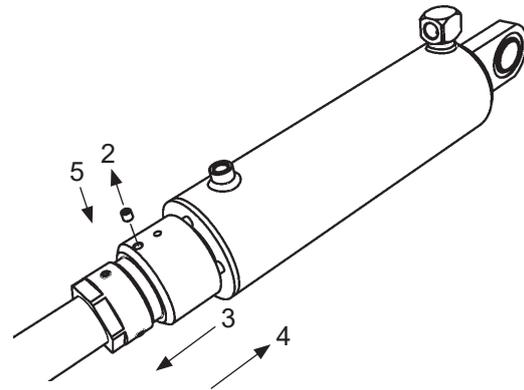

Figura 49. Tope y su tornillo de bloqueo
2. Aflojar el tornillo de bloqueo del tope (2). Enroscar el tope totalmente hacia atrás, hacia el puente de elevación (3). Figura 49.
5. Apretar el tornillo de bloqueo en el tope (5). Véase Figura 49.